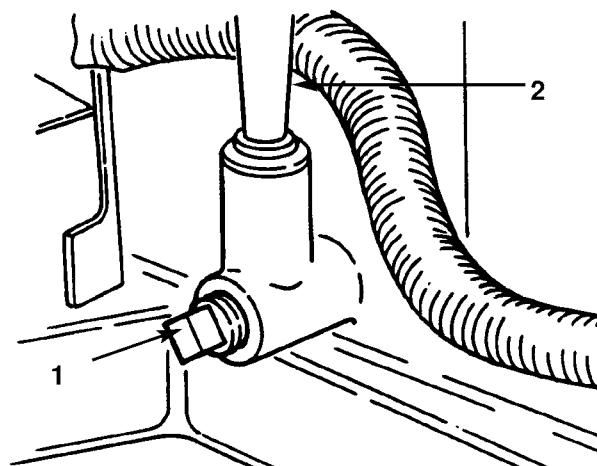

Bild 34
4. Eine Ölwanne unter Ölmeßstab/Füllrohr stellen und die Ablasschraube entfernen (Bild 34).